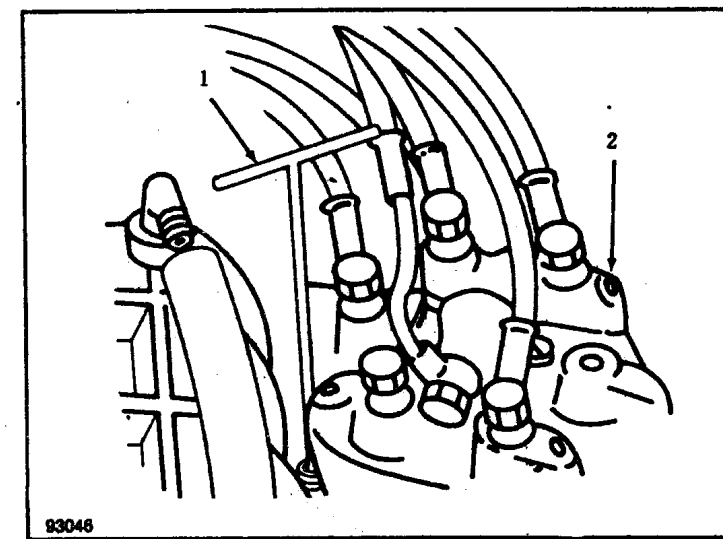

图1-2 调整怠速调整螺钉浓度方法及测试标准
11) 安上混合气浓度控制装置上的橡皮罩,并起动发动机,注意要保持怠速。用调整扳手(P377)按顺时针或逆时针的方向把调整螺钉拧到测试标准(参见图1-2),然后在混合气浓度控制装置上安上新的塞子。